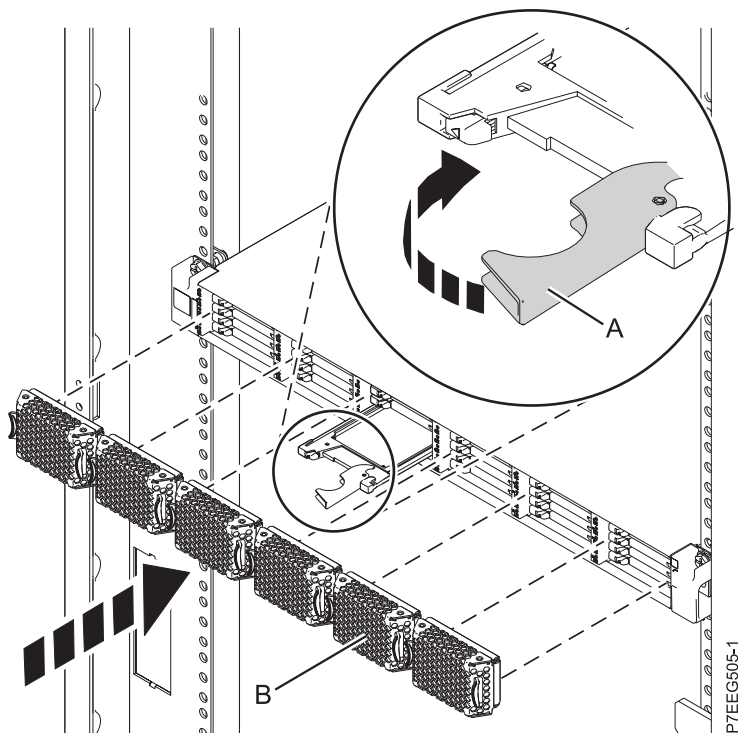

Figura 8. Instal·lació d'una unitat d'estat sòlid a Allotjament d'emmagatzematge EDR1 PCIe
1. Amb la nansa en posició desbloquejada, alineu la unitat d'estat sòlid amb les guies de l'allotjament. Consulteu Figura 8 a la pàgina 16,
3. Feu girar la nansa (A) fins a la posició de bloqueig, tal com es mostra a Figura 8 a la pàgina 16.
4. Instal·leu la tapa bisellada (B).